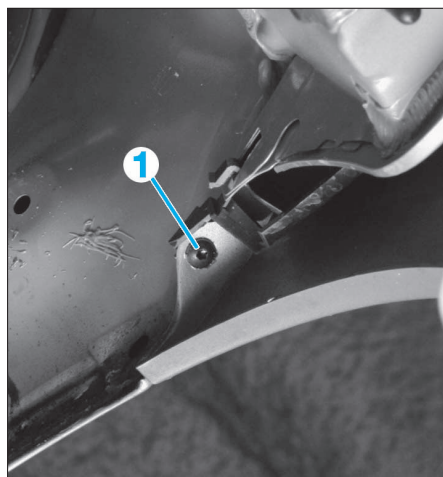

FIG. 61
- De chaque côté, déposer les vis (1) (Fig.61).